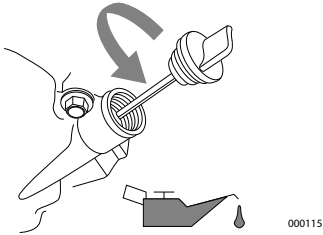

Figure 4-2. Remplissage de l'huile à moteur
3. Voir la **Figure 4-2**. Retirez le bouchon-jaugeur de l'orifice en l'essuyant.